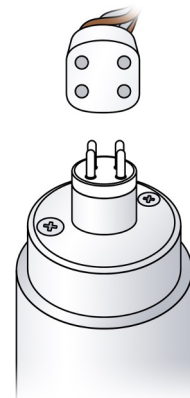

Fig. 3
- Remova a tampa de acesso lateral (gire o parafuso 90 no sentido dos ponteiros do relógio ou contrário aos ponteiros do relógio). (Fig. 3)
- LIGUE o conector da lâmpada à extremidade da UV, certificando-se de que o conector está corretamente alinhado com os pinos. (consulte a Fig. 3 na página anterior)